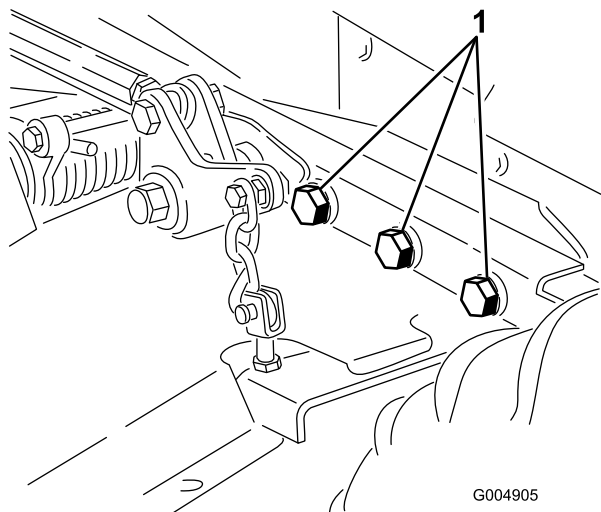

Figura 80
4. Controllate tutti gli elementi di fissaggio per eventuali allentamenti; all'occorrenza serrateli. Serrate in modo particolare i sei bulloni che fissano il telaio del piatto di taglio al trattore (Figura 80), a 359 Nm.